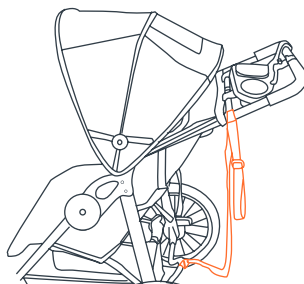

Fig. 16b
• La correa de seguridad debe permanecer conectada al travesaño del armazón inferior trasero en todo momento. Esta posición tiene como fin evitar que el cochecito se incline hacia atrás en caso de que usted se caiga al suelo. La correa de seguridad incluye un accesorio de Velcro para su almacenamiento, a la izquierda del cochecito, cuando no está en uso (Fig. 16b).